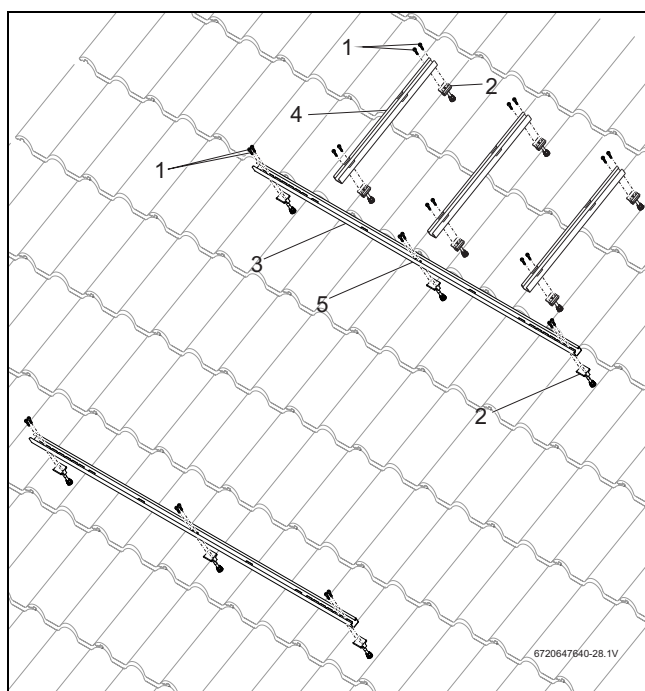

Fig. 48 Fijar el perfil al caballete de soporte
- ▶ Fijar los perfiles del colector (→ Fig. 48, [3]) con dos tornillos cada uno [1] en el caballete de soporte [2]; empezando por el agujero alargado inferior.
- ▶ Fijar los perfiles del acumulador (→ Fig. 48, [4]) con dos tornillos cada uno en el caballete de soporte; empezando por el agujero alargado central [5].